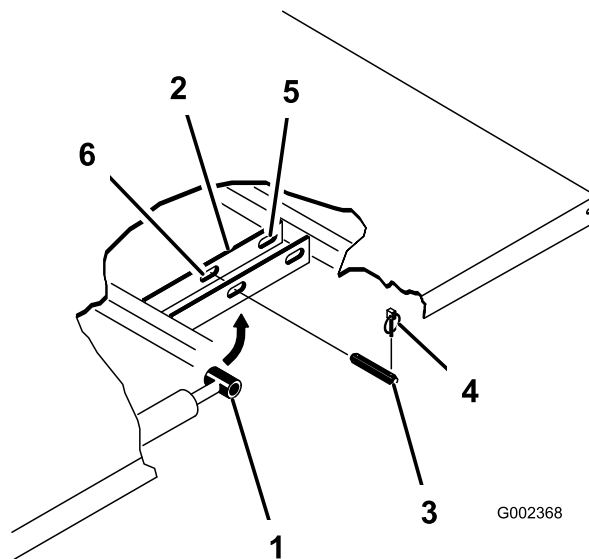

Bild 35
- Nehmen Sie die Klappstecker von den äußeren Enden der Lastösenbolzen der Zylinderstange (Bild 35) ab.
- Nehmen Sie die Lastösenbolzen ab, mit denen die Zylinderstangenenden an den Pritschenbefestigungsplatten befestigt sind. Drücken Sie die Bolzen hierfür nach innen (Bild 35).
- Nehmen Sie die Klappstecker und die Lastösenbolzen ab, mit denen die Schwenkhalterungen an den Rahmenkanälen befestigt sind (Bild 35).